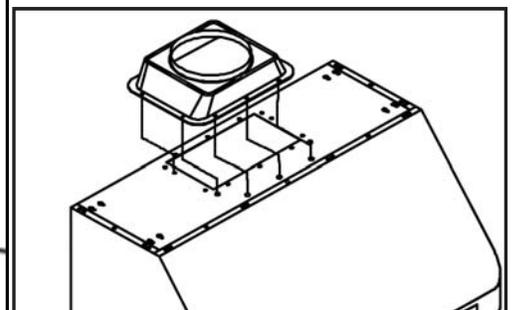

Figure 3
- Fixez le support à conduit à l'ouverture d'échappement à l'aide de 10 vis à tête ronde (comprises), comme le montre la figure 3.